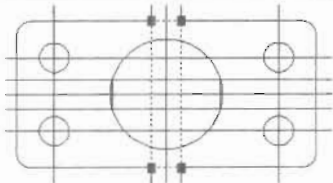

图 15-54
(8) 再用 Offset 命令将中间的垂直辅助线向左右各偏移 4 个单位, 然后捕捉它们的交点绘制一个矩形, 如图 15-54 所示。